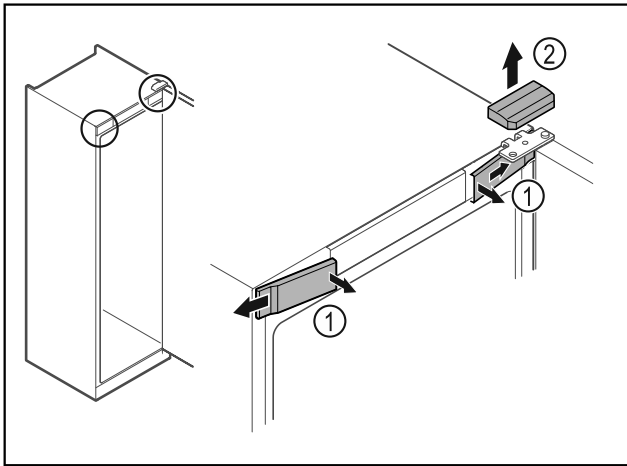

Fig. 8
- ▶ Ξεκουμπώστε εσωτερικά τα μπροστινά καλύμματα Fig. 8 (1) και αφαιρέστε τα προς το πλάι.
- ▶ Αφαιρέστε προς τα επάνω το επάνω κάλυμμα Fig. 8 (2).